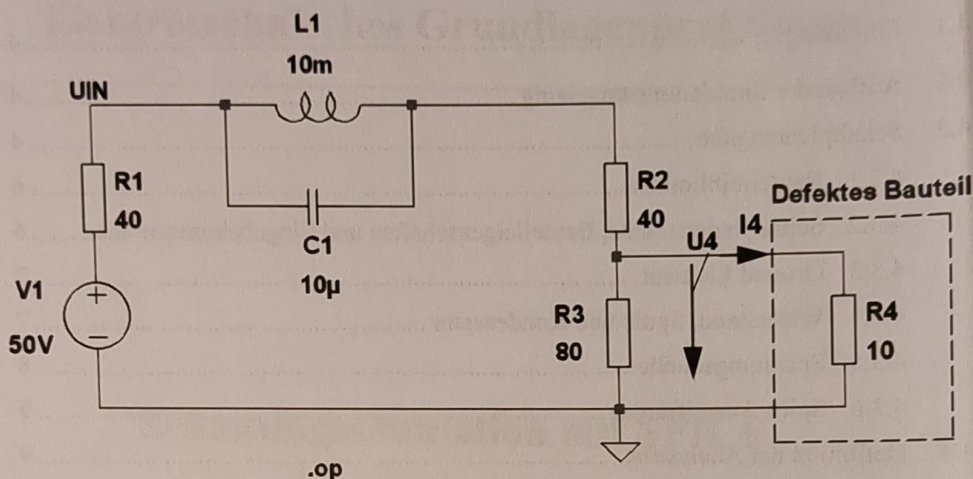

Bild 5.1 Ersatzschaltbild der Elektronikkomponente
Der Hersteller einer Elektronikkomponente bekommt regelmäßig Reklamationen innerhalb der Garantiezeit. Ihre Aufgabe besteht darin herauszufinden, weshalb ein spezielles Bauteil zerstört wird. Bild 5.1 zeigt das Ersatzschaltbild der Elektronikkomponente. Das in allen Reklamationen defekte
- ✓ 3. Erstellen Sie den Schaltplan nach Bild 5.1 in LTSpice und führen Sie eine Arbeitspunktanalyse [.op], zur Ermittlung von U_4 , I_4 , und der Verlustleistung P_{R4} (berechnen) von R4, durch.